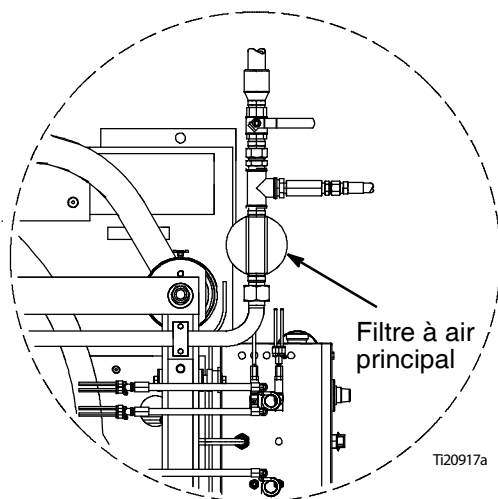

Fig. 18
- Le filtre à air entre la source d'alimentation en air et le panneau de montage pneumatique. Voir la figure 18.